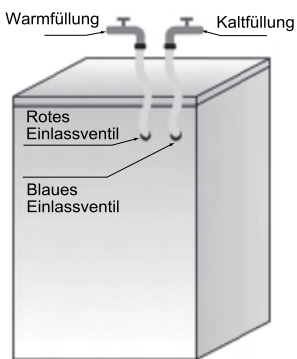

Abb. 1
**Wenn Sie Warm- und Kaltwasserversorgung anschließen möchten (Abb. 1):**